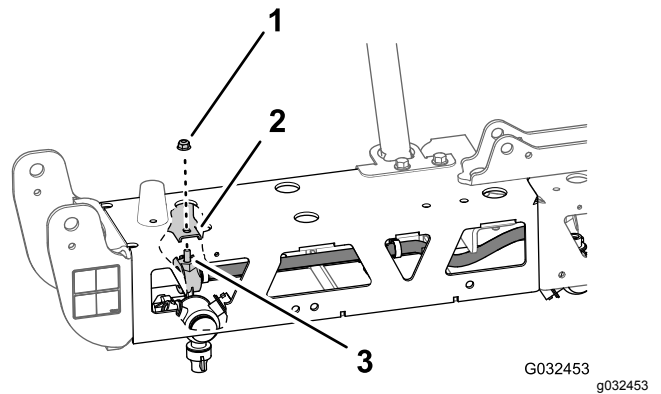
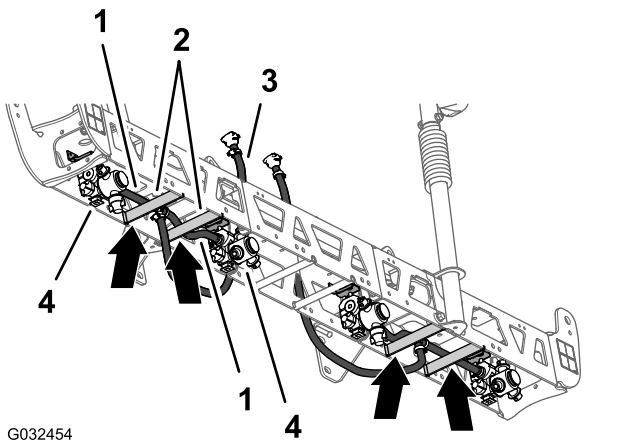

图 60
图 59
1. 将软管和喷嘴组件布置到外部桁架的两个桁架支杆之间图 59。
2. 将软管和喷嘴放到桁架支杆上方向外对着外侧喷嘴固定架图 59。
3. 将喷嘴的六角头螺栓 5/16 x ¾ 英寸对准并穿过喷嘴固定架中的孔使用 GeoLink 喷洒系统完成套件中的凸缘锁紧螺母 5/16 英寸将喷嘴松松固定到固定架上图 60。
4. 将另一软管 13mm 和喷嘴组件布置到外部桁架的两个桁架支杆之间图 59。
5. 将软管和喷嘴放到桁架支杆上方向内对着内侧喷嘴固定架图 59。
6. 将喷嘴的六角头螺栓 5/16 x ¾ 英寸对准并穿过喷嘴固定架图 60 中的孔使用在拆卸喷嘴(页码 22)的步骤 1 和 4 中卸下的凸缘锁紧螺母 5/16 英寸将喷嘴松松固定到固定架上。
8. 使用左右支撑托架将软管和宝塔连接器 13 x 810mm 放到中间喷洒段的侧面图 59。
9. 对另一外部桁架上的另一软管和喷嘴重复步骤 1 至 8 图 59 和图 60。